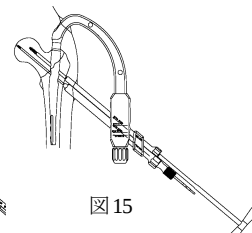

図15
- 選択したエクストラスクリューを、エクストラスクリュー用 T レンチを用いて挿入します。（図15）